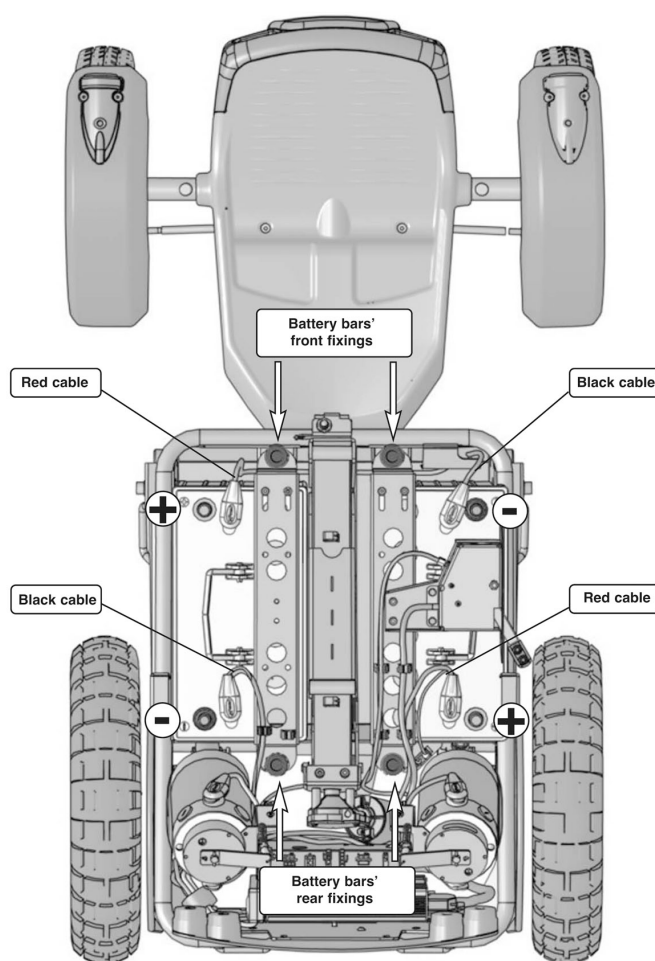

Bild 12. Batteriernas fästjärn och anslutningar.
4. Demontera batterianslutningarna. Se bild. 12.
5. Lossa de fyra vred som håller batteriernas fästbyglar. Se bild. 12.
2. Spänn fast batterierna med de två batteribyglarna som monteras med de fyra vreden. Se bild. 12
3. Montera batterianslutningarna. Se bild. 12